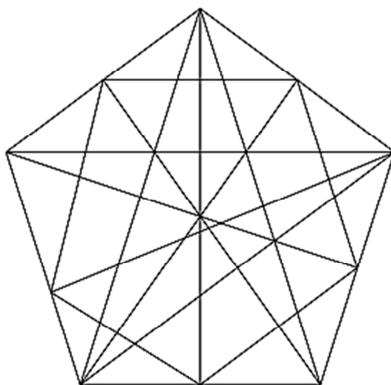

Рис. 2.7
8. Используя режимы объектной привязки внутри пятиугольника, провести внутренние линии (рис. 2.7).